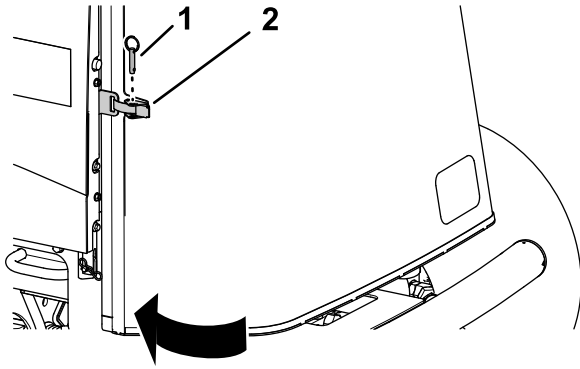

Figura 62
1. Închideți și blocați ecranul (Figura 62).